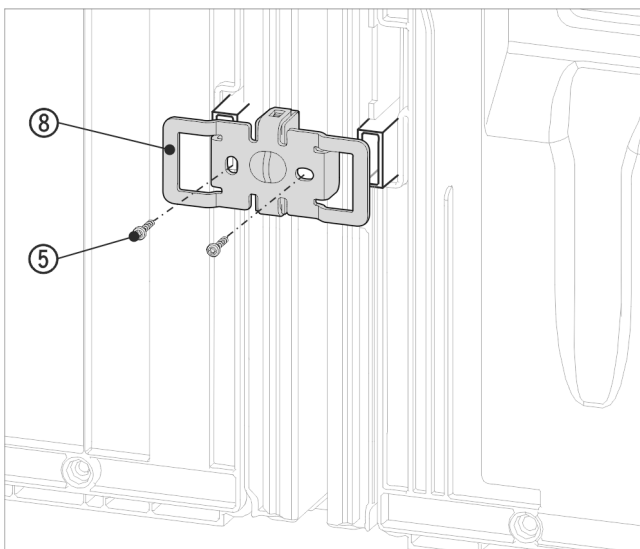

Fig. 16 Примерное отображение
- ▶ Повторно надвиньте угол Fig. 16 (8) выемками над креплением для пристенных распорок.
- ▶ Прикрутите 2 винтами Fig. 16 (5).